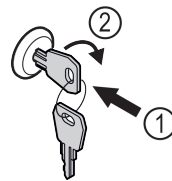

Fig. 206
- ▶ Sätt in nyckeln. Fig. 206 (1)
- ▶ Vrid nyckeln 90° medurs. Fig. 206 (2)